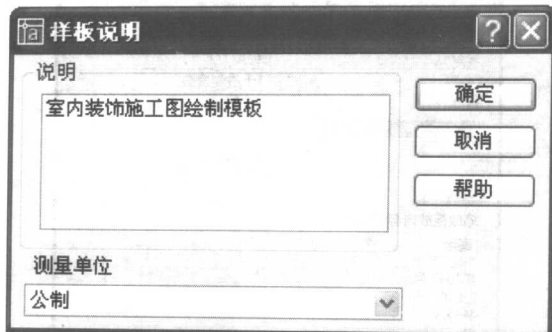

图 1-4 “样板说明”对话框
(2) 单击“保存”按钮关闭“图形另存为”对话框,在随后弹出的“样板说明”对话框中,根据需要在“说明”栏中输入有关该样板文件的说明文字,在“测量单位”下拉列表框中选择“公制”,如图 1-4 所示,完成后单击“确定”按钮,样板说明保存至样板文件中。